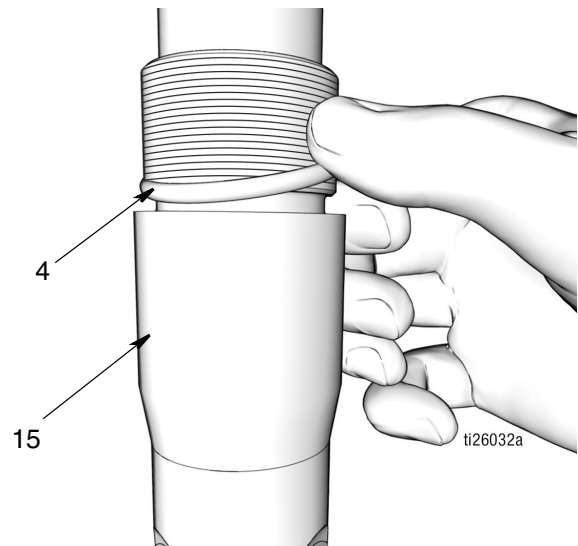

FIG. 46
- a. Utilizzare un panno pulito per pulire la valvola di ritegno di mandata (15) e rimuovere sporco o contaminanti. Ispezionare la superficie per verificare l'eventuale presenza di graffi e/o danni. Sostituire le parti danneggiate.
- b. Applicare un sottile strato di grasso all'O-ring (4). Montare l'O-ring attorno alla valvola di ritegno di mandata (15) (FIG. 46).